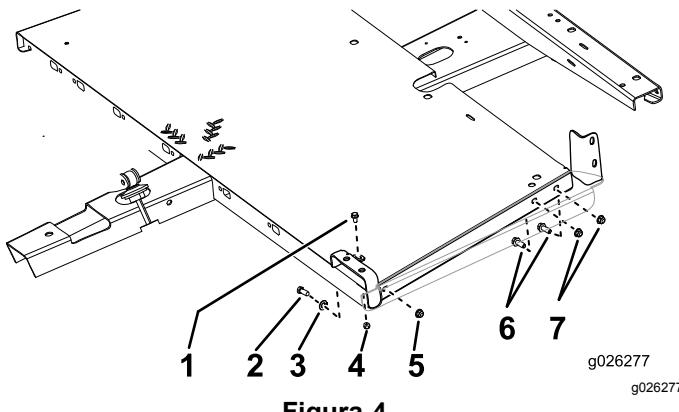

Figura 4
- Sujete los paneles de suelo al bastidor según se muestra en Figura 4.